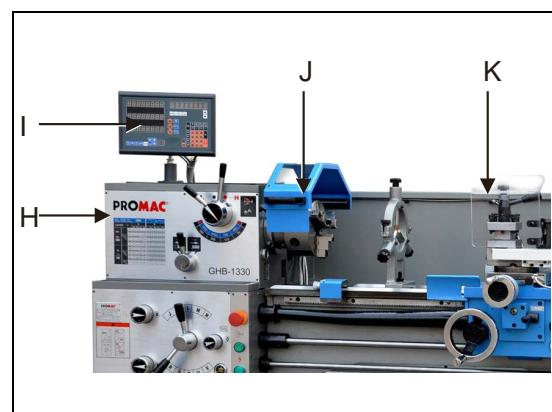

Fig 3
Sowohl der Räderdeckel (H, Fig 3) als auch der Futterschutz (J) sind mit Endschalter überwacht. Um die Maschine zu starten müssen beide geschlossen sein.